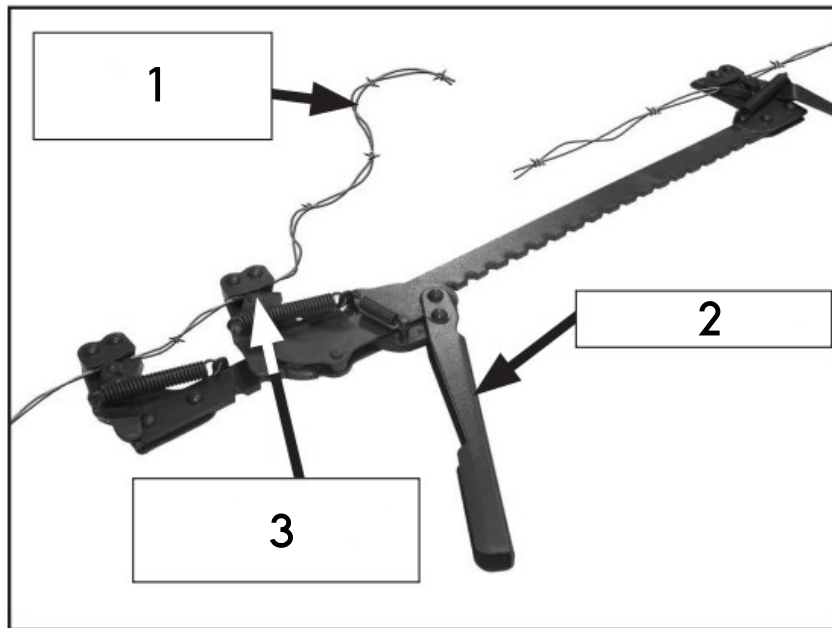

Figure 6
- Compensez tout jeu excessif du fil à la main, puis serrez le fil dans le crochet mobile de la mâchoire de serrage (fig. 6).